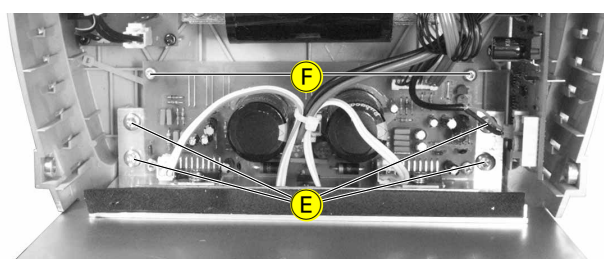

Fig. 5
- Je 2 Schrauben (D) (Fig. 4), 4 Schrauben (E) (Fig. 5) und 2 Schrauben (F) (Fig. 5) herauserschrauben.
- Undo 2 screws (D) (Fig. 4), 4 screws (E) (Fig. 5) and 2 screws (F) (Fig. 5) each.